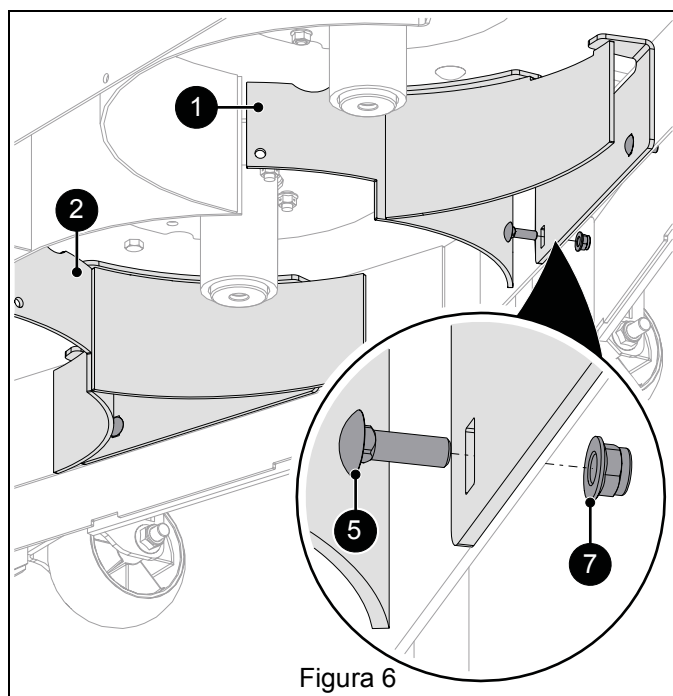

Figura 6
1. Fije el frente del deflector izquierdo (pieza 2) y el frente del deflector derecho (pieza 1) a la plataforma de corte con cuatro pernos de cabeza redonda y cuello cuadrado de 5/16" x 1" (pieza 5) y cuatro tuercas Nyloc de 5/16" (pieza 7). Consulte la Figura 6